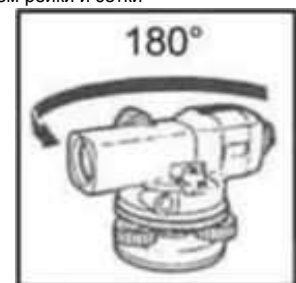

Рис.6
- 2) Поверните прибор на 180°. (Рис.6)